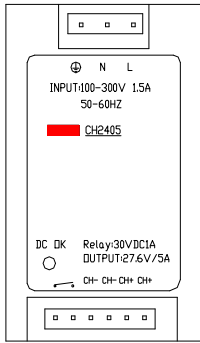

图 1 面板图
- 3.1 充电器接线如图 1：“L”接 220V 的相线、“N”接 220V 的零线、“ \perp ”接地极、“CH+”接电池的正极，“CH-”接电池的负极，开关量触头为报警信号（功能可选），用于充电异常输出。**充电机的接地端必须良好接地。**